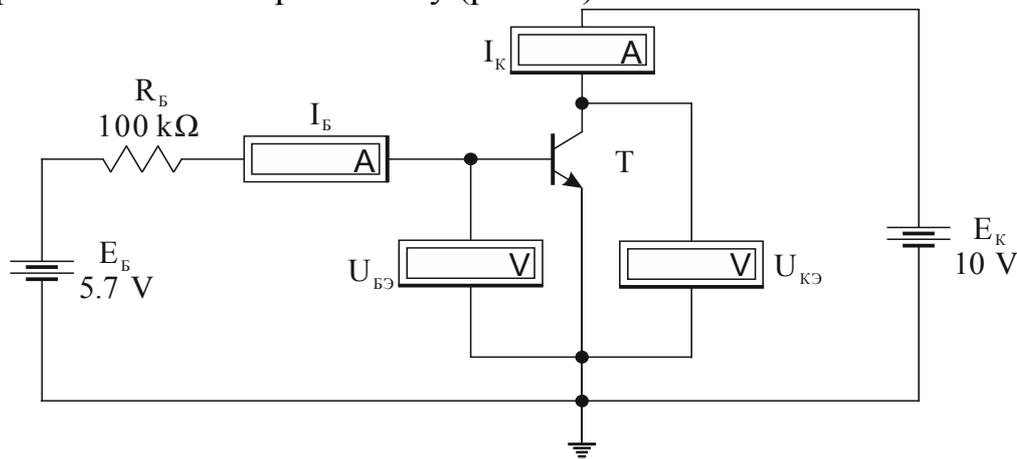
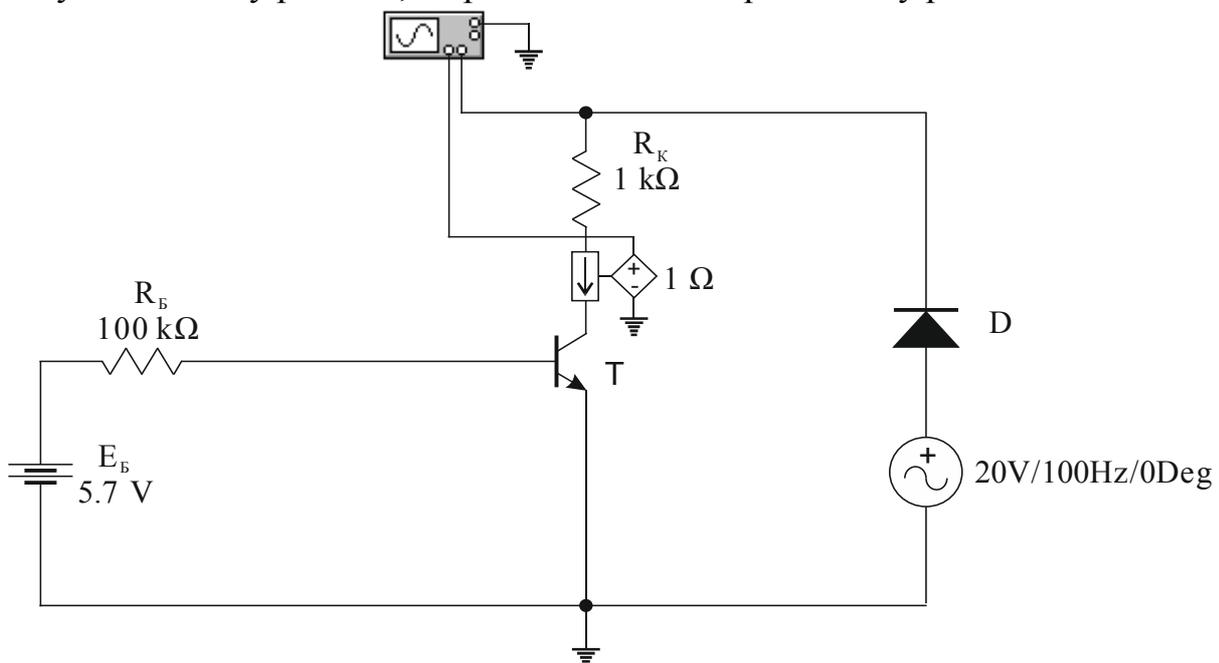

Рис.9.1.
Рис.9.2.
1.1. На рабочем поле собрать схему (рис.9.1)
2.1. На схеме рис. 9.1 изменить номиналы источников ЭДС $E_B=0\text{ В}$ и $E_K=10\text{ В}$. Включить схему. Результаты измерений занести в табл. 9.4.
3.1. В схеме рис. 9.1 произвести измерения тока коллектора I_K для каждого значения E_K и E_B . Результаты занести в табл. 9.5. По данным табл.9.5. построить график зависимости I_K от E_K .
3.2. Не удаляя схему рис. 9.1, на рабочем поле собрать схему рис.9.2
4.1. На схеме рис.9.1. установить значение ЭДС $E_K=10 V$ и произвести измерения тока базы, напряжения база-эмиттер, тока эмиттера для различных значений напряжения источника E_B в соответствии с таблицей 9.6. Результаты измерений занести в эту же таблицу. Обратите внимание, что коллекторный ток примерно равен току в цепи эмиттера